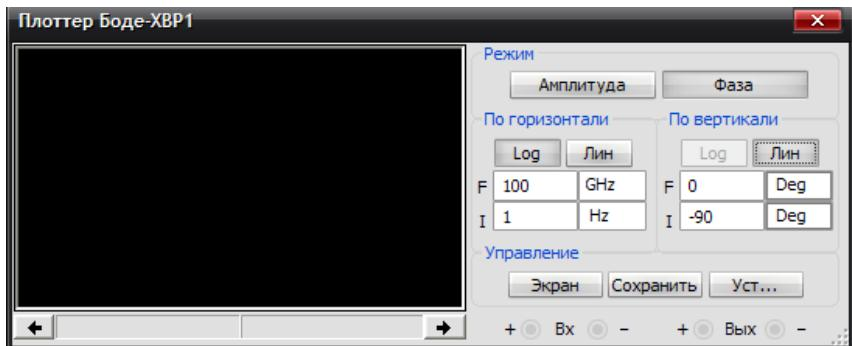

Рис. 2.6.7. Панель плоттера Боде для измерения ФЧХ
12. Откройте панель измерителя для измерения ФЧХ и настройте параметры прибора так, как показано на рис. 2.6.7.